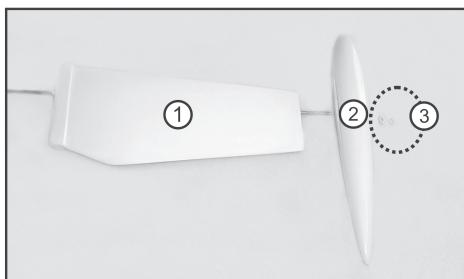

Figure 2a
La figure 2a illustre la quille (1) et le lest (2) ainsi qu'une rondelle et un écrou M3 pour la fixation de la quille de lestage (3).